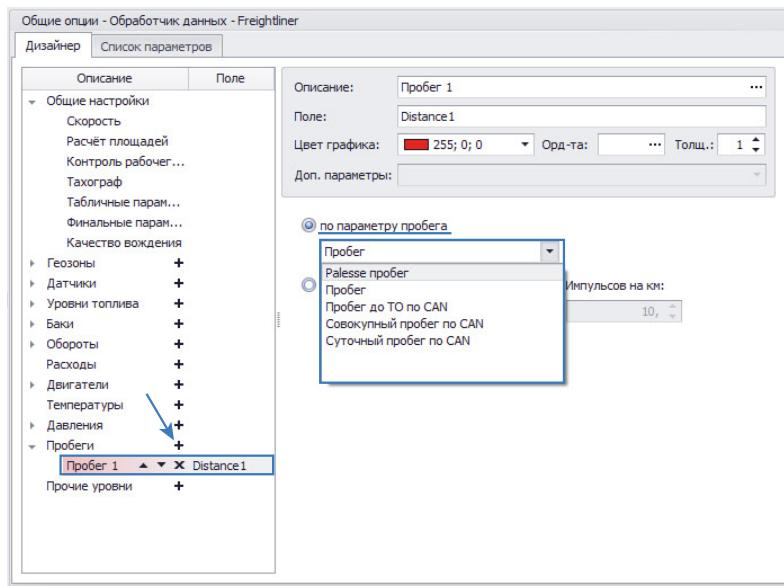

Рис.60. Расчет пробега по параметру.
Для того чтобы настроить расчет пробега необходимо добавить новый параметр в группу «Пробеги» (Рис.60).
**1. по параметру пробега** (Рис.60). При такой настройке используется запись пробега бортового контроллера «АвтоГРАФ»: